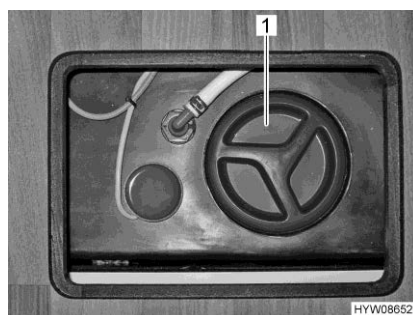

Fig. 175 Apertura per la pulizia (serbatoio delle acque grigie)
- A questo scopo aprire l'apertura per la pulizia (Fig. 175,1) per il serbatoio delle acque grigie e il rubinetto di scarico.